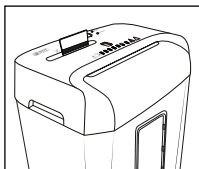

Fig. 4
Indfør kreditkort ovenfra midt i skæreåbningen til CD/kreditkort ❷ (se fig. 4), og stil omskifteren **REV/OFF/AUTO/FWD** ❸ på position **FWD** („forward” [engelsk] = fremad).